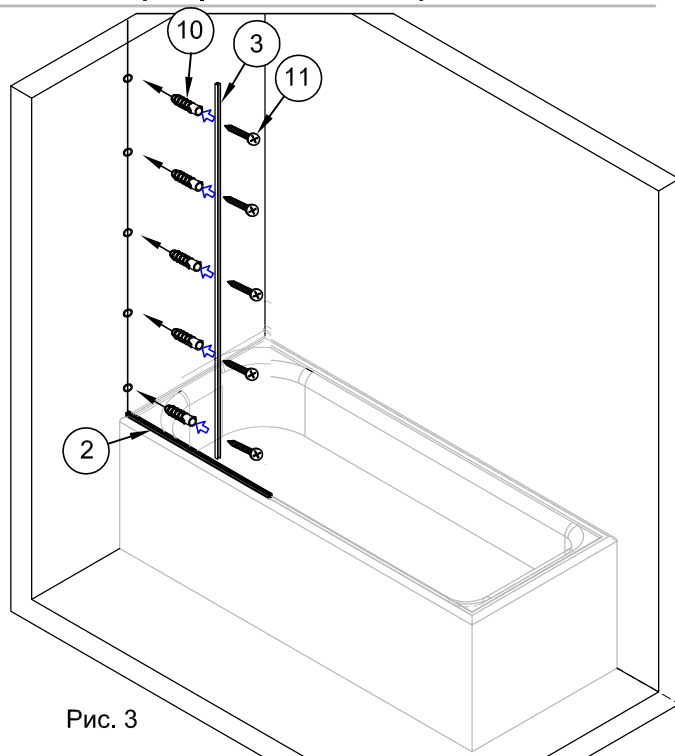

Рис. 3
2.3. Выполнить сверление отверстий в стене по разметке. Диаметр отверстий 6мм, глубина не менее 35 - 40 мм. Вставить в отверстия дюбели №10 (рис.3).